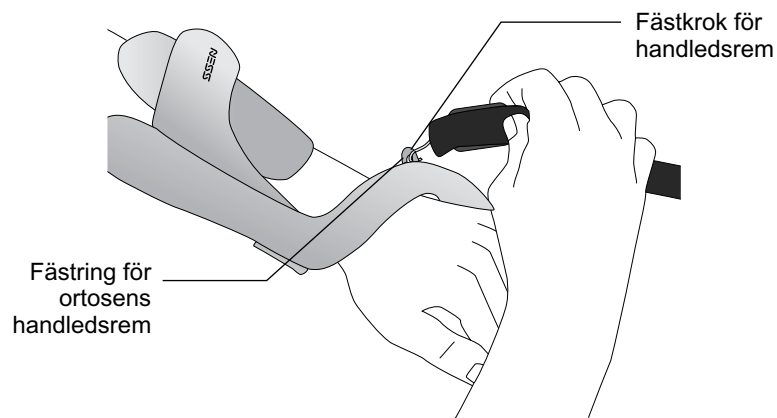

Bild 6-8: Sätta dit handledsremmen
1. Fäst haken på ortosens handledsrem i fästingen på ortosens handledsbrygga. Se bild 6-8.